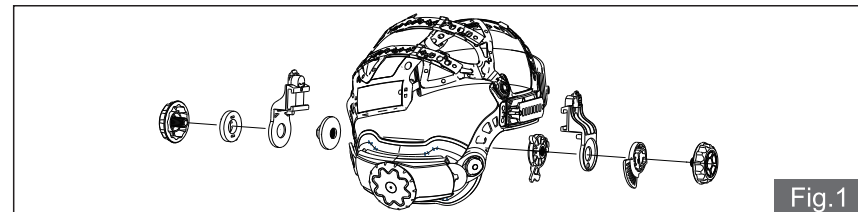

Fig.1
1. Sätt in huvudbandet i hjälm skalet enligt monteringsordningen på baksidan och i Fig. 1.